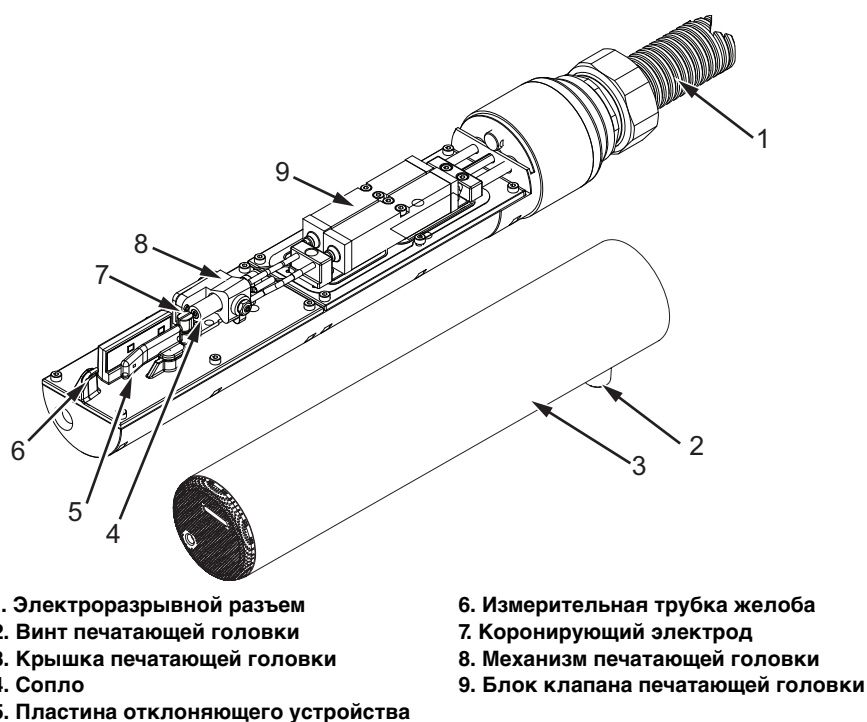
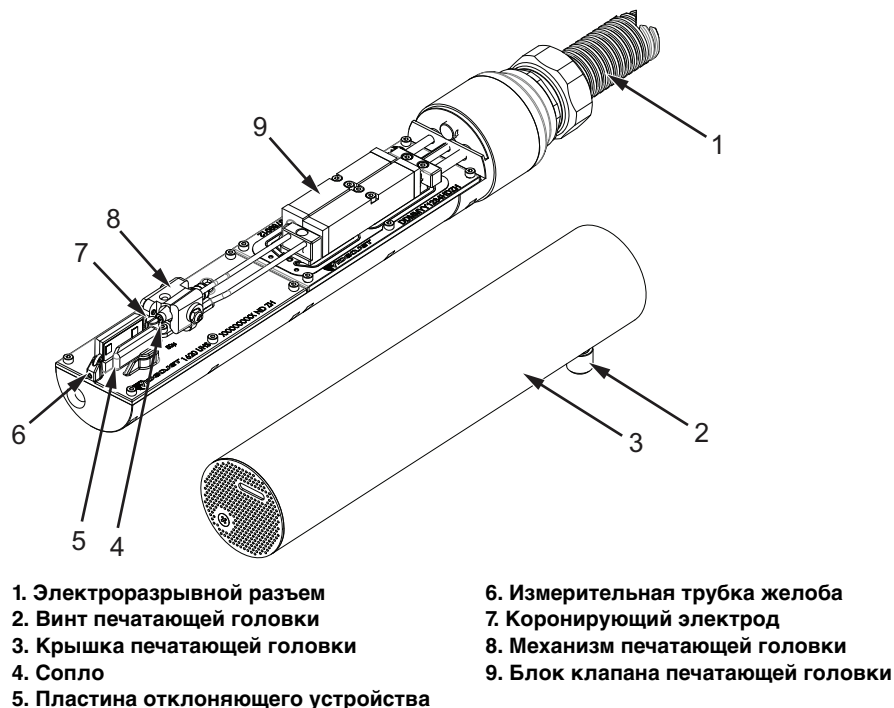

Рисунок 6-4: Печатающая головка
Рисунок 6-5: Печатающая головка (Videojet 1620 UHS)
- 3 Ослабьте винт печатающей головки (деталь 2, Рисунок 6-4 на странице 6-9 (Videojet 1620) и Рисунок 6-5 на странице 6-10 (высокоскоростной Videojet 1620)) и снимите крышку печатающей головки (деталь 3).
- Измерительная трубка желоба (деталь 6, Рисунок 6-4 (Videojet 1620) и Рисунок 6-5 на странице 6-10 (высокоскоростной Videojet 1620))